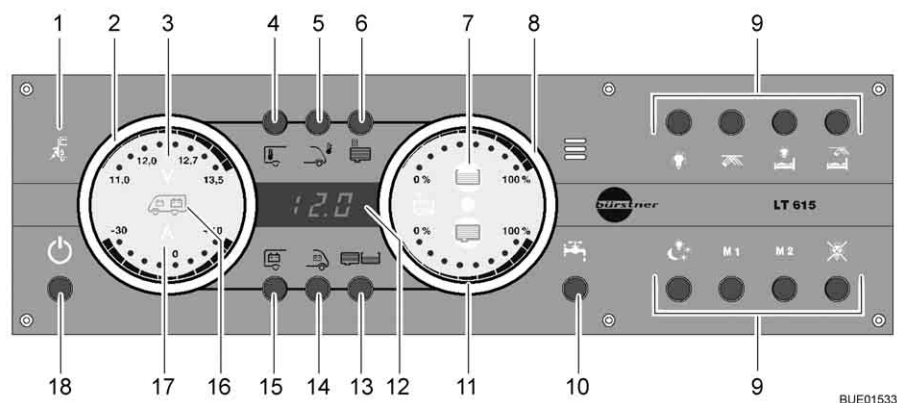

Fig. 154 Panneau de contrôle (LT 615)
Le voyant de contrôle 230 V (Fig. 154,1) s'allume si l'arrivée du bloc électrique est sous tension de réseau. Les batteries sont chargées.
L'interrupteur principal 12 V (Fig. 154,18) établit ou coupe le panneau de contrôle et l'alimentation 12 V de la cellule.
- Appuyer brièvement sur la touche d'alimentation 12 V (Fig. 154,18). L'alimentation 12 V de la cellule est assurée. L'indicateur de contrôle "12 V" s'allume.
- ▷ La tension de la batterie de cellule est trop faible quand les DEL "11,0" de l'affichage en Volt et le symbole Volt "V" (Fig. 154,3) clignotent dans l'indicateur des batteries (Fig. 154,2) après la mise sous tension. Charger la batterie.
- ▷ La coupure de batterie est active quand l'indicateur de contrôle "12 V" et le symbole Volt "V" (Fig. 154,3) clignotent trois fois après la mise sous tension. Désactiver la coupure de batterie.
- ▷ La batterie est déchargée quand le panneau de contrôle est éteint et que le symbole "V" (Fig. 154,3) rouge clignote. Pour empêcher une décharge profonde de la batterie, le panneau de contrôle ne peut alors pas être allumé. Charger la batterie le plus rapidement possible.
- Appuyer brièvement sur la touche d'alimentation 12 V (Fig. 154,18). L'alimentation 12 V de la cellule est coupée. L'indicateur de contrôle "Alimentation 12 V" s'éteint.
- Appuyer sur la touche batterie de cellule (Fig. 154,15) et la maintenir enfoncée pendant 10 secondes environ. Le symbole Volt "V" (Fig. 154,3) et l'indicateur de contrôle "12 V" clignotent trois fois. La batterie de cellule est coupée du réseau de bord de 12 V.
- Appuyer sur la touche d'alimentation 12 V (Fig. 154,18) et la maintenir enfoncée pendant 5 secondes environ. Le symbole Volt "V" (Fig. 154,3) et l'indicateur de contrôle "12 V" clignotent trois fois. La batterie de cellule est branché au réseau de bord 12 V. L'indicateur de contrôle s'allume au bout d'env. 5 secondes.
- Appuyer sur la touche de la batterie de cellule (Fig. 154,15). Le symbole Volt "V" (Fig. 154,3) s'allume. Le symbole Ampère "A" (Fig. 154,17) est allumé en blanc ou en rouge suivant l'état de chargement ou de déchargement. Les DEL à l'intérieur de l'indicateur indiquent la tension de la batterie et le courant de la batterie de cellule. Le pourcentage de capacité restante de la batterie de cellule est indiqué à l'écran.
- Appuyer sur la touche de la batterie de démarrage (Fig. 154,14). Le symbole Volt "V" (Fig. 154,3) s'allume. Des DEL à l'intérieur de l'indicateur indiquent la tension de la batterie de démarrage.
- Appuyer sur la touche réservoirs (Fig. 154,13). Les symboles réservoir d'eau (Fig. 154,7) et réservoir d'eaux usées (Fig. 154,11) s'allument. Des DEL à l'intérieur de l'indicateur indiquent le niveau du réservoir d'eau (échelle supérieure) et celui du réservoir d'eaux usées (échelle inférieure).
Le symbole du réservoir d'eau (Fig. 154,7) ou celui du réservoir d'eaux usées (Fig. 154,11) clignote quand le réservoir d'eau est vide ou que le réservoir d'eaux usées est plein.
L'affichage numérique (Fig. 154,12) permet d'indiquer les températures intérieure et extérieure en °C.
- Appuyer sur la touche température intérieure (Fig. 154,4). La température intérieure s'affiche.
- Appuyer sur la touche de la température extérieure (Fig. 154,5). La température extérieure s'affiche.